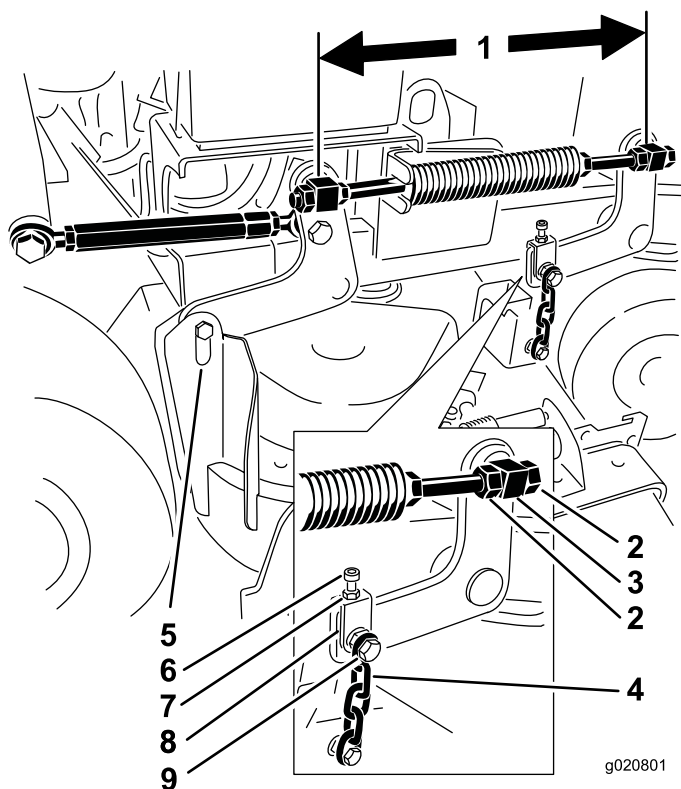

Figura 82
6. Verifique a distância entre as articulações, meça no centro das articulações (comprimento centro a centro) em cada barra roscada. Certifique-se de que o comprimento é de 49,5 cm para plataformas de cortadores de 91 cm e de 43,7 cm para plataformas de cortadores de 102 cm (Figura 82).
11. Se for necessário ajustar, desaperte o parafuso da corrente superior (Figura 82).
6. Desaperte os parafusos da corrente superiores (Figura 82).